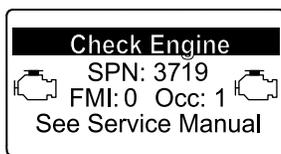

Figura 22
- Avvertenza motore SPN 3719, FMI 0 (Figura 22)